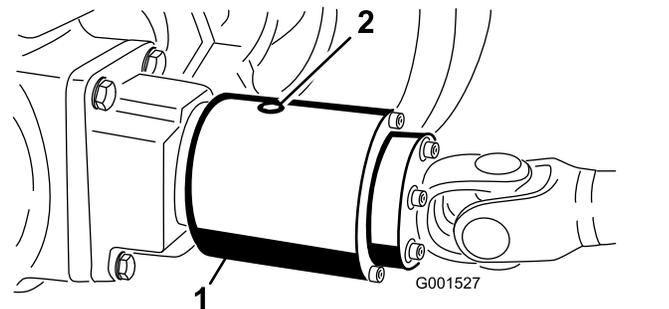

Figura 62
- Gire el embrague (Figura 62) hasta que el tapón de verificación esté en la posición de las 4.